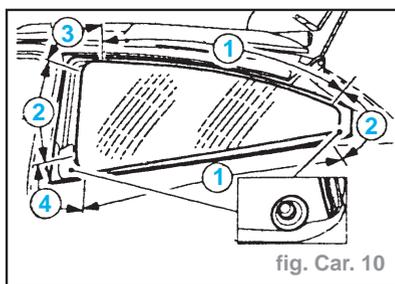

fig. Car. 10
- De l'intérieur de véhicule, couper l'adhésif PU aux profondeurs maximum données. Utiliser les lames indiquées conformément aux instructions du fabricant de l'outil. (fig. Car. 10)
- 20 mm (1)
- 60 mm (2)
- 75 mm (3)
- 90 mm (4)